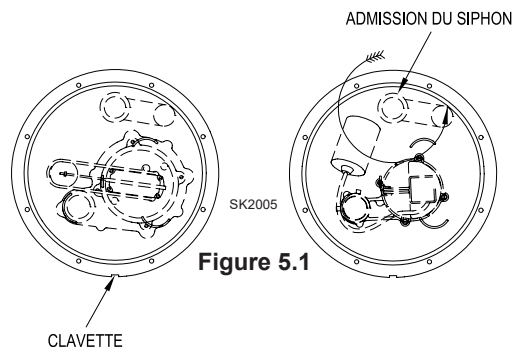

Figure 5.1
5.1) Mettre la pompe dans la cuve, comme montré à la figure 5.1.
REMARQUE – En cas d'installation d'un siphon interne, tourner le tuyau de descente dans l'orientation montrée à la figure 5.1.